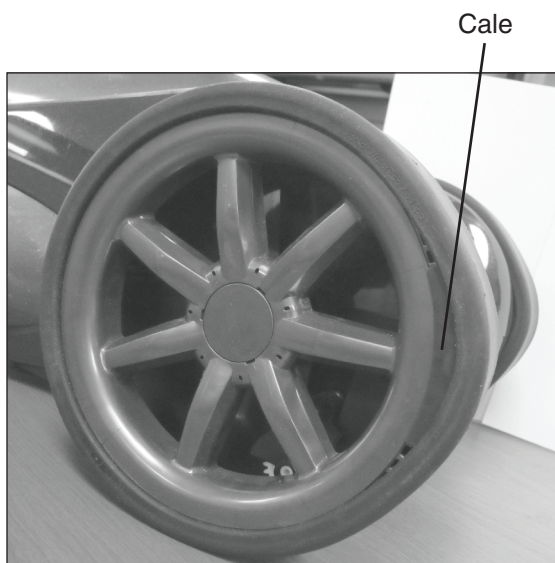

Figure 20.
Remarque : Installer chaque cale horizontalement, alignée avec les autres. Si les cales ne sont pas alignées les unes avec les autres, elles pourraient créer des difficultés pour le nettoyeur au niveau de la pente. Ceci est important pour le bon fonctionnement du nettoyeur. **Voir la figure 20.**
2. Pousser la cale vers le devant du nettoyeur jusqu'à ce que la cale soit bien installée derrière le rebord du pneu en caoutchouc. **Voir la figure 20.**